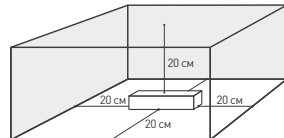

Рис. 3. Свободное пространство вокруг источника
- 4.3. Для естественной вентиляции обеспечьте не менее 20 см свободного пространства вокруг источника питания, как изображено на рис. 3. При невозможности обеспечить свободное пространство используйте принудительную вентиляцию. В случае установки в ограниченном пространстве (например, лайтбокс или профиль) предусмотрите обеспечение требуемого температурного режима источника питания. Температура окружающего воздуха должна быть в диапазоне  $-20... +45\text{ }^{\circ}\text{C}$ .